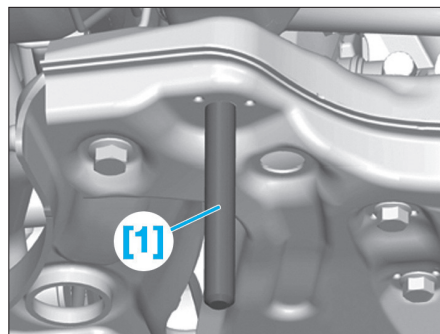

FIG. 27
- Déposer les vis (9).
- Poser les outils [1] en (7) et (8).
- Le centrage est terminé lorsque les 4 vis ont été remplacées par les outils [1] (Fig.27).